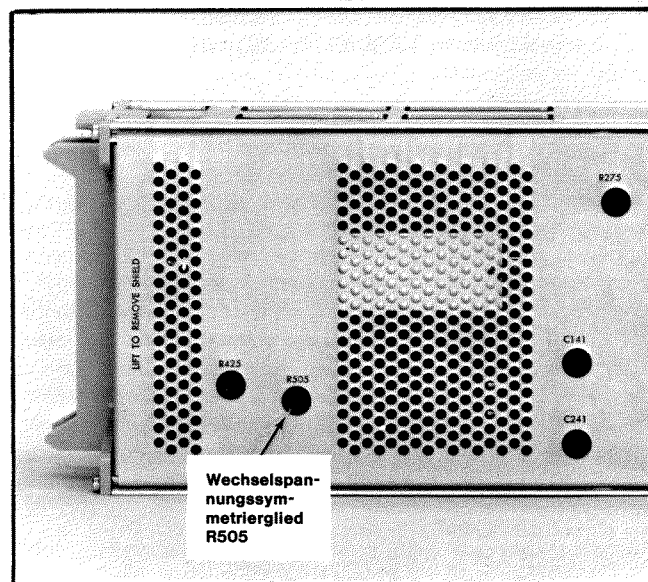

Bild 2-2 Anordnung des Wechsellspannungs-Abschwächersymmetrierglieds AC ATTEN BAL
Wird der Schalter LOW FREQ — 3 dB POINT zur Begrenzung der Niederfrequenzwiedergabe des Typs 7A22 verwendet, arbeitet der Einschub mit Wechsellspannungsstabilisierung. Dies bedeutet, daß bei beliebiger Stellung dieses Schalters außer DC oder DC OFFSET die Bedienungselemente STEP ATTEN DC BAL und DC OFFSET außer Betrieb sind. Der Symmetrieabgleich des Abschwächers VOLTS/DIV wird dann mit dem internen Einstellglied AC ATTEN BAL eingestellt (siehe Bild 2-2).
- d. Das Abgleichglied R425 wird so eingestellt, daß beim Drehen des Reglers VARIABLE von Anschlag zu Anschlag keine Strahlsurverschiebung eintritt (siehe Bild 2-2 für die Anordnung des Abgleichglieds).